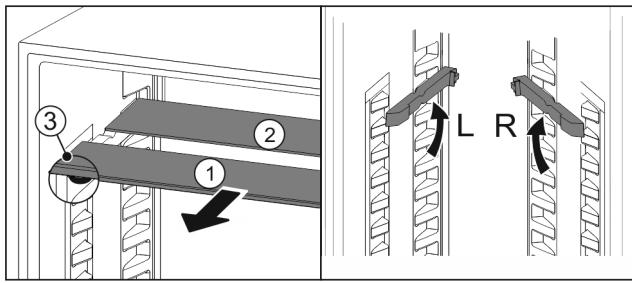

Fig. 37
- Ištraukite Fig. 37 (1) stiklinės lentynėles po vieną į priekį.
- Stiklinė plokštė Fig. 37 (1) su apdailos juoste yra prie kyje.
- Stabdikliai Fig. 37 (3) nukreipti žemyn.